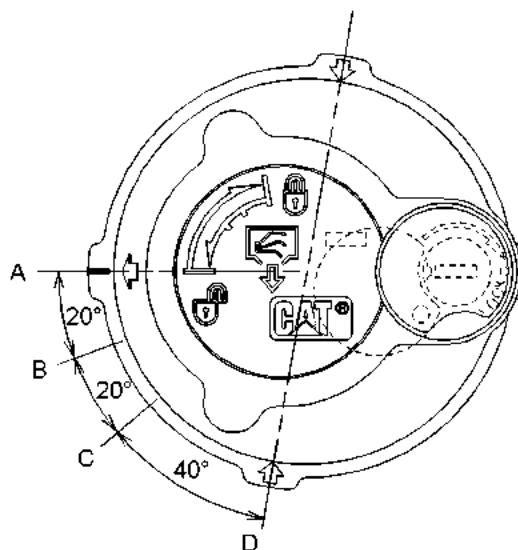

Ilustración 468
4. Suelte la presión que puede haber en el circuito hidráulico de retorno con el siguiente procedimiento. Consulte la Ilustración 468 para ver las posiciones de la tapa del tubo de llenado.
- a. Gire la tapa del tubo de llenado hacia la izquierda, sin aplicar fuerza hacia abajo, y mueva la flecha de la posición (A) a la posición (B).
- b. Suelte la presión durante un mínimo de 45 segundos moviendo la flecha de la posición (B) a la posición (C).
- c. Empuje el centro de la tapa del tubo de llenado hacia abajo. Sin inclinar la tapa del tubo de llenado, mueva la flecha de la posición (C) a la posición (D).
- e. Apriete la tapa del tubo de llenado del tanque hidráulico hasta la posición (A).